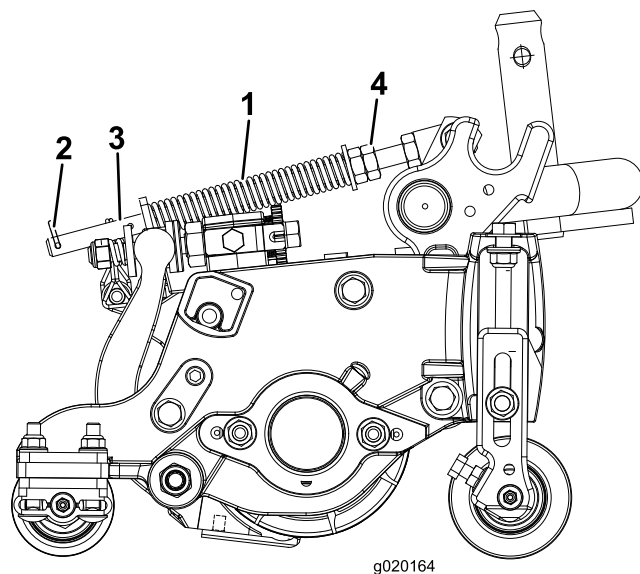

Рисунок 14
1. Убедитесь в том, что шплинт вставлен в заднее отверстие штока пружины (Рисунок 14).
2. Затяните шестигранные гайки в передней части штока пружины так, чтобы длина сжатой пружины (Рисунок 14) составляла 12,7 см на машине с 5-дюймовыми режущими блоками или 15,8 см на машине с 7-дюймовыми режущими блоками.
Пружина компенсации состояния грунта (Рисунок 14) переносит вес с переднего на задний каток. Это препятствует образованию на грунте волнообразных неровностей (так называемые «волны» или «трясучка»).